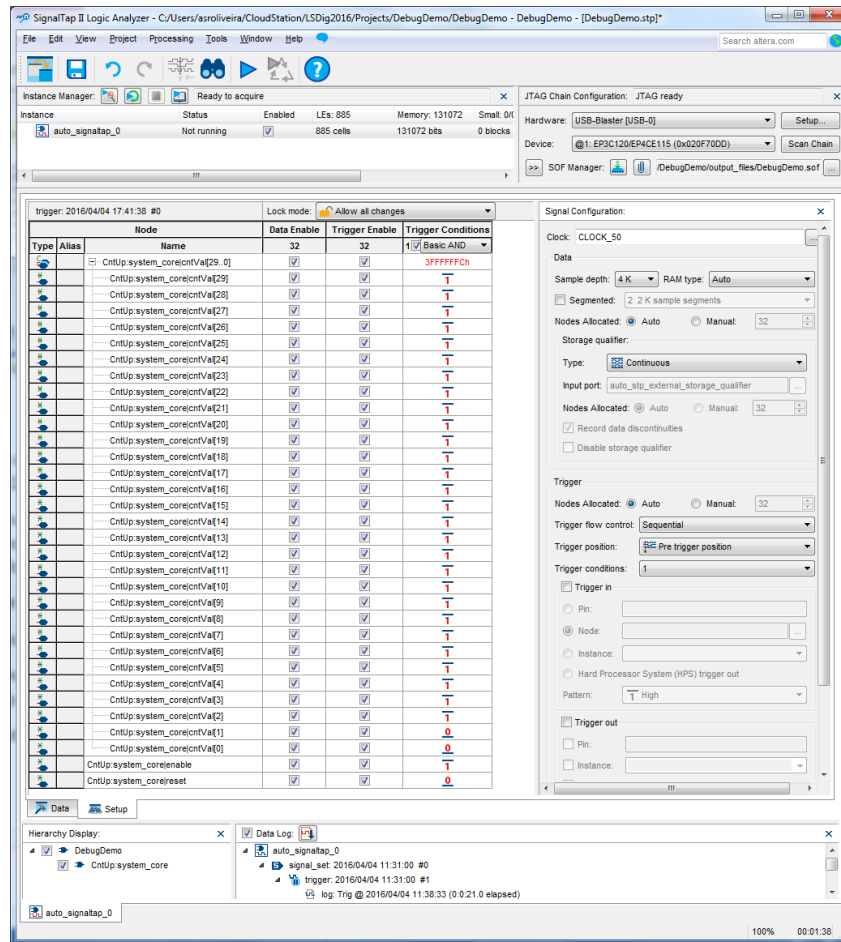
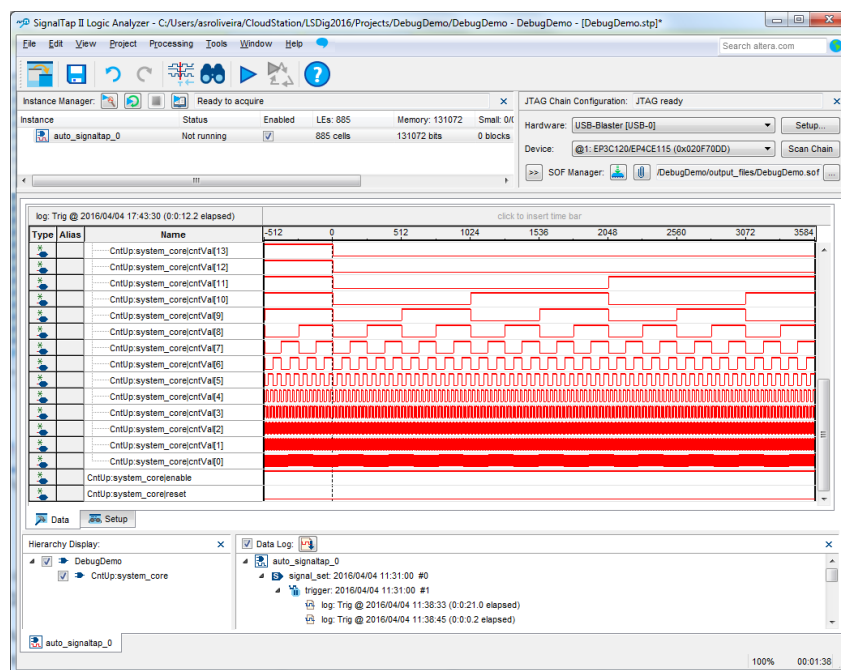

Figura 27 – Configuração do instante de disparo da captura (*trigger*) com base no valor dos sinais **reset**, **enable** e **cntVal**.
Figura 28 – Janela “Data” da aplicação “SignalTap II Logic Analyser” depois de uma nova aquisição, onde foi capturado o **wrap-around** do contador.
10. Podem ser visualizados instantes particulares da contagem se forem definidas condições de *trigger* mais restritas. A título de exemplo, pode ser visualizado o instante de *wrap-around* do contador através da atribuição do valor “11...100” a **cntVal1**, o que leva a que a captura seja disparada três ciclos de relógio antes do contador voltar à contagem “00...00” (Figura 27). Volte a executar o comando “Processing → Run Analysis” para efetuar a captura (Figura 28).